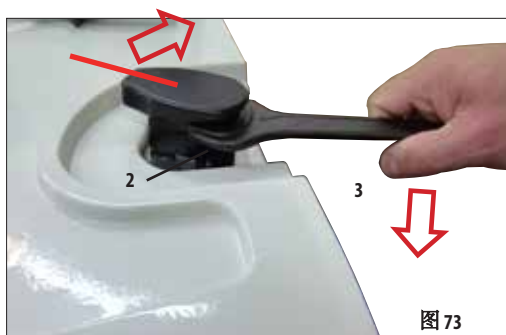

图 73
- 将单头扳手插入脱水缸锁定装置下方 (图 73, 2)。
- 用单头扳手 (图 73, 3) 再继续顺时针转动脱水缸锁定装置，克服挡块 (使定位销停在预设的锁止点)。